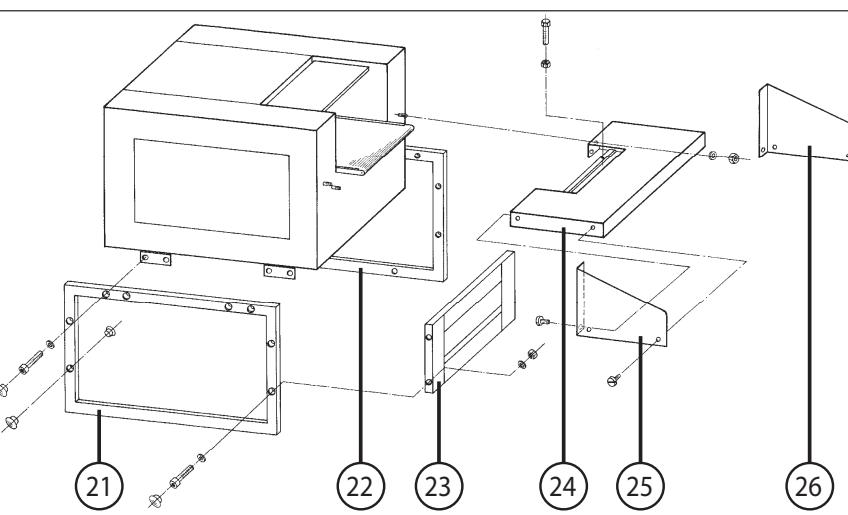

fig. 1
- 21 = Cadre gauche (fig. 1 et 2)
- 22 = Cadre droit (fig. 1)
- 23 = Tôle intermédiaire (fig.1 et 2)
- 24 = Table (fig. 1)
- 25 = Équerre de protection gauche (fig. 1 et 2)
- 26 = Équerre de protection droite (fig. 1)